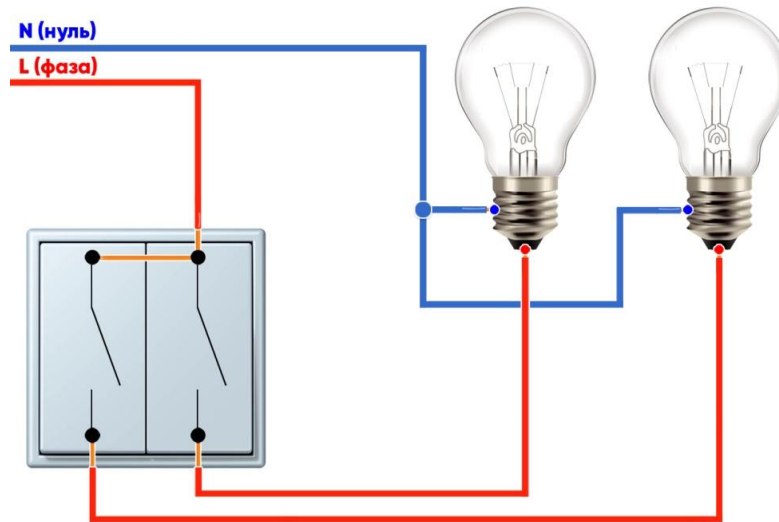

Рис. 5.4. Схема підключення освітлення через двоклавішний вимикач
2. Ознайомитися з принциповою схемою підключення двоклавішного вимикача (рис. 5.4).